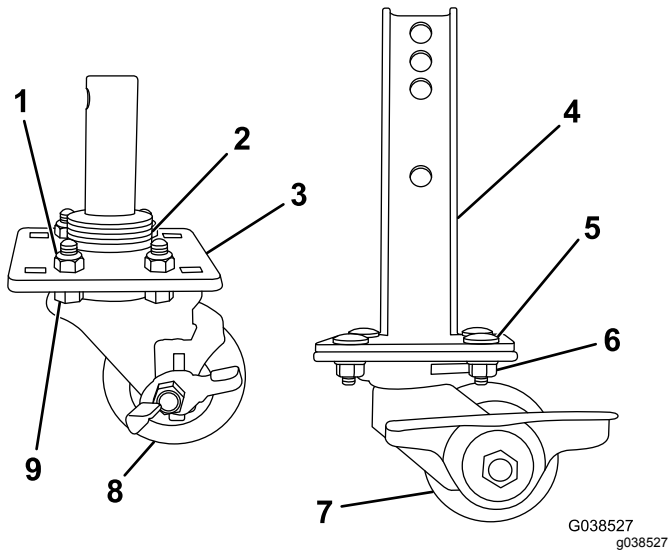

Figura 1
- Monte las ruedas giratorias como se muestra en la Figura 1.